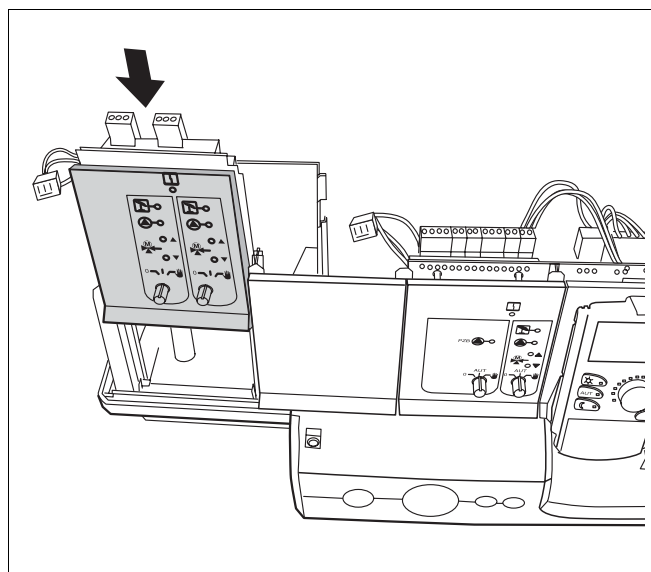

Fig. 5 Module de fonction, mise en place.
- Insérez le module de fonction dans l'emplacement (fig. 5) jusqu'à ce qu'il s'enclenche.
- Introduisez le nouveau module dans le même emplacement (fig. 5, page 6).